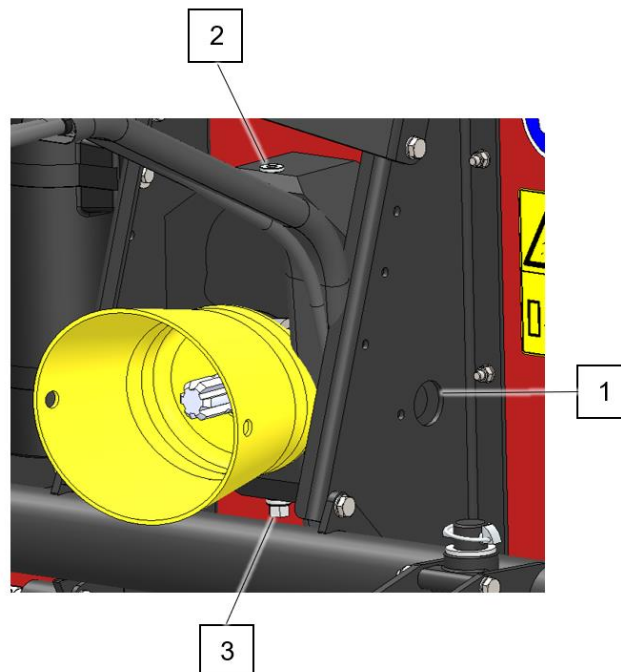

Fig. 12
3. Verwijder de vulplug (2), zie afbeelding (Fig. 12).
4. Verwijder de olie door middel van een zuigpomp of plaats een opvangbak van voldoende capaciteit (meer dan 2,5 liter / 0,66 gall) onder de aftapplug (3) en verwijder deze plug.
6. Plaats de aftapplug terug (3).
8. Het olie niveau kan eventueel ook afgelezen worden door het peilglas (1).
9. Plaats de vulplug terug (1).